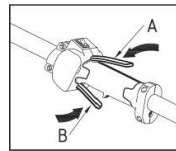

Fig. 7-1
(Fig. 7-1) El bloqueo del acelerador está diseñado para evitar el funcionamiento accidental del control del acelerador. Cuando se presiona el bloqueo (A) (es decir, cuando se agarra el asa), se suelta el control del acelerador (B).